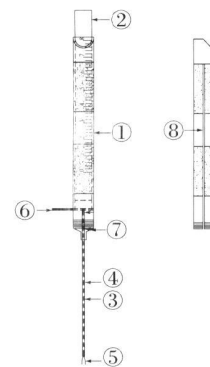

图 1 弹片挂钩防滑骨孔测深器和手柄示意图
本产品主要由手柄、刻度尺、探针体(套筒)、带有弹片挂钩的内芯体、套筒推拉手柄、旋钮螺纹连接、手柄槽所组成, 见图 1。①手柄: 手柄是把持骨孔测深器的一个主要部件, 用于把持骨孔测深器。手柄的一侧有 1 条可让套筒手柄上下移动的槽。见图 1。②弹片挂钩: 弹片挂钩是用一条直径 2 mm 圆形实心的不锈钢丝, 钢丝一端从中剖开, 长约 1.0~1.5 cm 制成分叉状, 分叉的 2 个金属片向两侧张开并有一定的弹性。被剖开的金属片尖端向外各折一个 1 mm 的小直角形成 2 个向两侧弯曲的小直角挂钩。③套筒: 分叉金属条的外面配上一个套筒, 称之为探针体。套筒的一端有一个用于移动套筒的手柄。这个套着分叉金属条的套筒与标尺又被骨孔测深器的手柄套着。套着标尺和探针体的手柄一侧有一条槽, 套筒和探针可以在测深器手柄内上下移动, 当将套筒推至探针针尖时, 刚好将分叉向外张开的金属片收拢, 而两个向外的小直角钩又刚好与套筒平齐。④标尺: 标尺连接在探针的另一端。